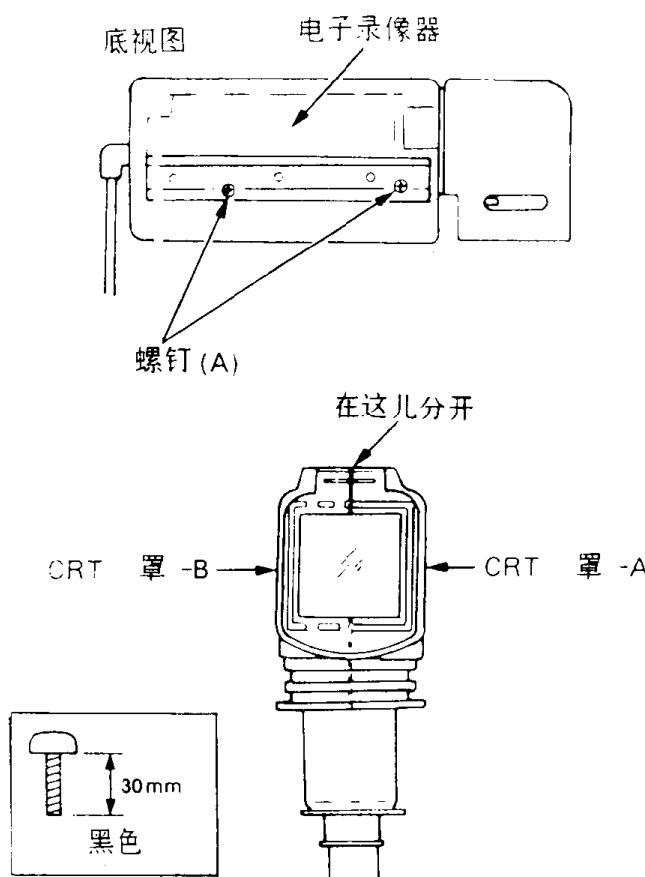

图 2-21
(1) 拧去电子寻像器底部的两只螺钉(A), 卸下底板。
(2) 如图 2-21 所示从阴极射线管(CRT)罩 A 上取下 CRT 罩 B。